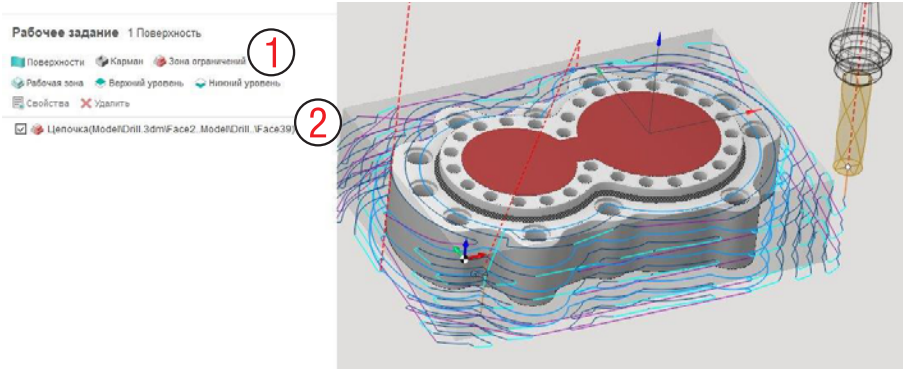

Рис. 2-18. Траектория черновой обработки с использованием зоны ограничений.
Снова дублируйте операцию. Сбросьте расчет для предыдущей операции. В копии операции перейдите на вкладку Рабочее задание. Удалите прежнее рабочее задание. Выберите внутренние поверхности, как показано на рис. 2-18; и нажмите на иконку Зона ограничений (1), выбранные грани отобразятся как группа ограничений (2).
Рассчитайте операцию. Результат показан на рис. 2-18.